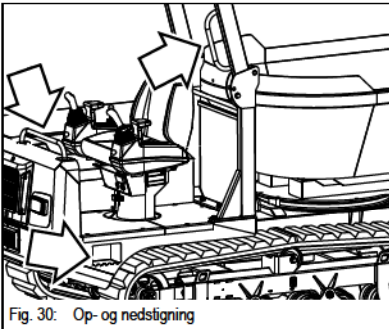

Fig. 30: Op- og nedstigning
- Op- og nedstigning skal ske ved hjælp af trinnet og grebene på styrtøjlen og førerpladsen som vist på Fig. 30